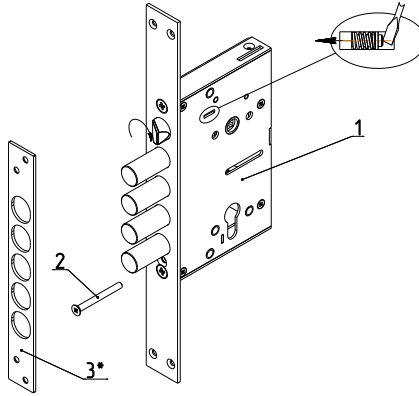

Рис.1
Комплектность замка приведена в таблице и показана на рис. 1.
4.2. Установить, при необходимости, защёлку в соответствующее положение для правой или левой двери путем ее выдвигения из корпуса отверткой через паз в крышке замка и разворота на 180° вокруг своей оси (см. рис.1).